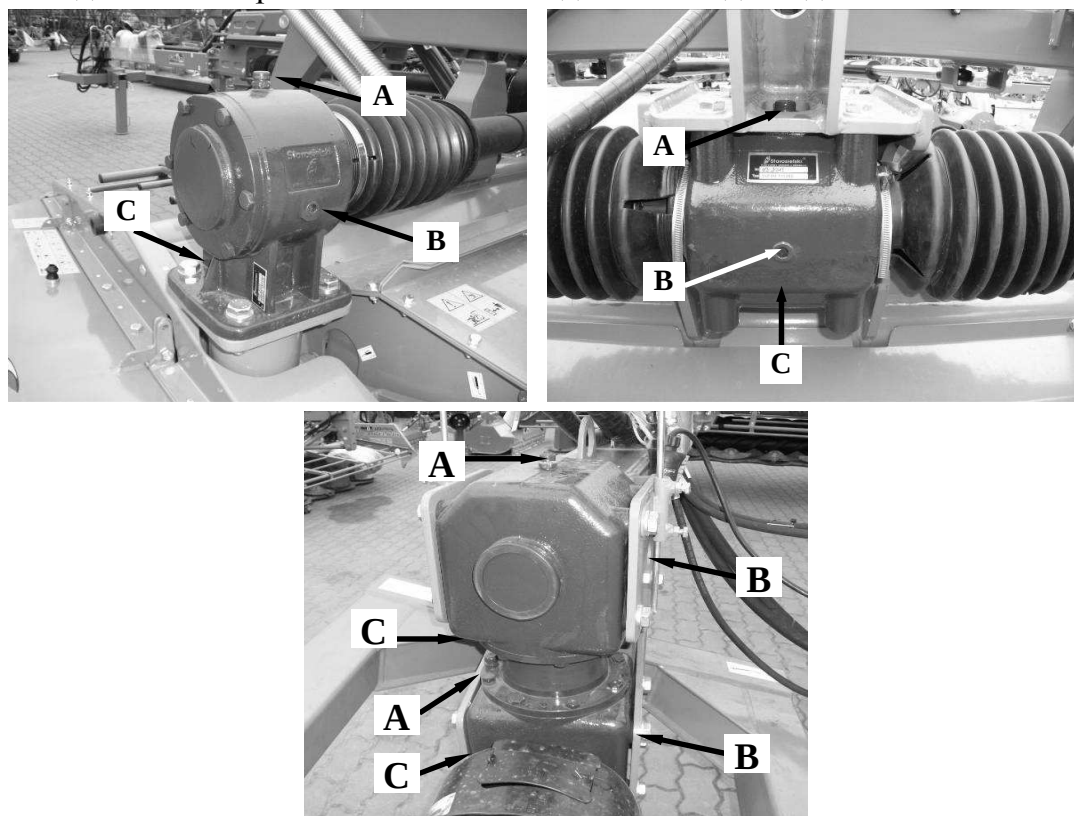

Рис. 44. Точки контроля и замены масла в угловых передачах
Перед началом работы (напр. перед большим кошением) следует проверить уровень масла и по мере необходимости пополнить его по выкручивании воздухоотводчика **A** в верхней части передачи (**Рис. 44**). Уровень масла проверяем выкручивая контрольную пробку **B** сбоку передачи. Если масла слишком мало, вливаем масло до момента его появления в контрольном отверстии. Количество масла в передаче: ок. 1 литр. Для спуска масла из передачи служит пробка **C**.
- ❑ Открутить заливную пробку **A** и сливную пробку **C** (**Рис. 44**),